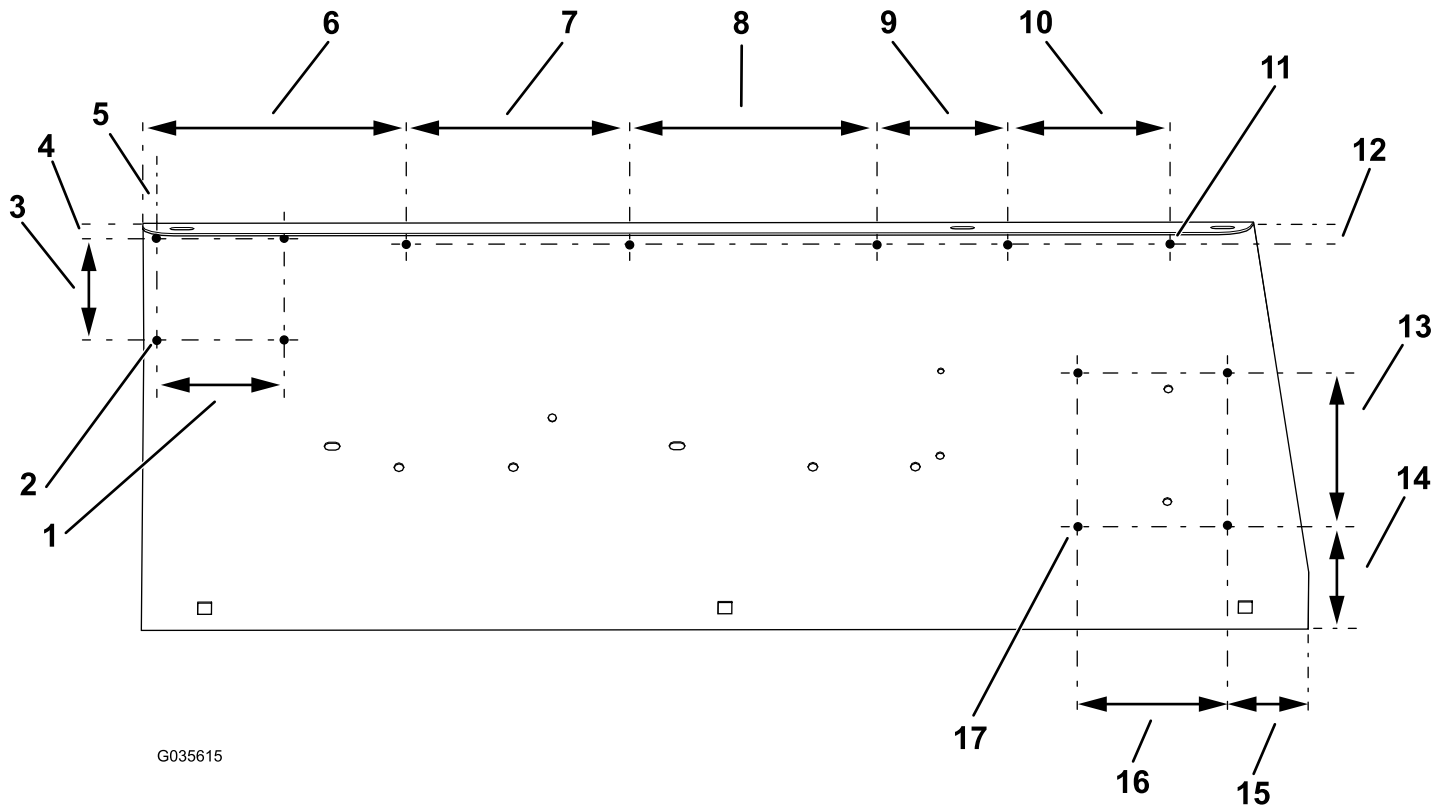

Bild 4
1. Bohren Sie 13 Löcher in die Schutzvorrichtung des Kotflügels; die entsprechenden Lochstellen und Durchmesser finden Sie in Bild 4.
Hinweis: Bohren Sie Punkt 11 in Bild 4 nicht zu groß, da der Kabelbaum dann nicht mit den mitgelieferten Clips befestigt werden kann.